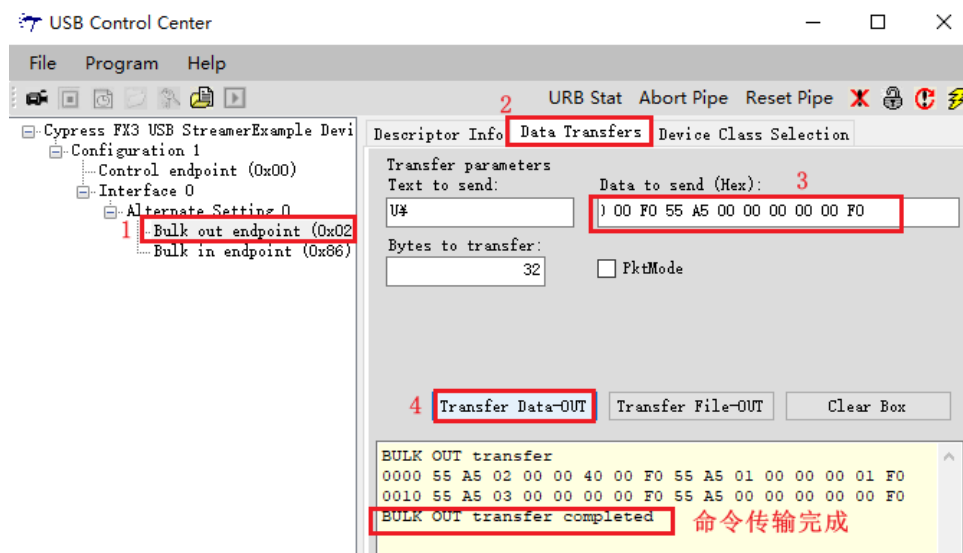

图 74-13 命令传输完成标志
4. 点击“Transfer Data-OUT”进行命令传输，传输完成之后如下图 74-13 所示。